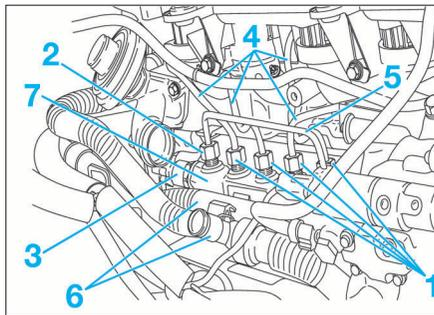

FIG. 31
- Desserrer les raccords haute pression (1) et (2) (Fig.31).
- Débrancher le capteur haute pression (3) en bout de rampe.
- les canalisations haute pression (4) et (5).
- les vis de fixation de la rampe en dégageant les durits d'eau (6) pour avoir accès aux vis.
- la rampe d'injection (7).